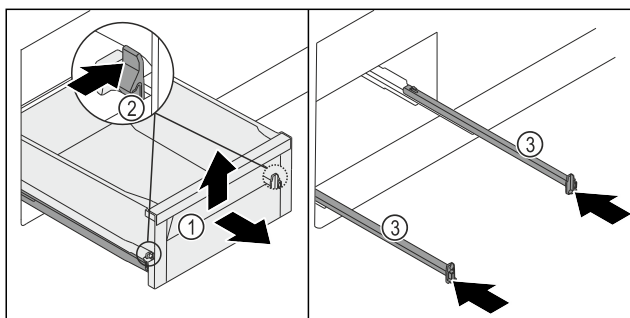

Fig. 118
- ▶ 将抽屉 Fig. 118 (1) 拉出至止挡。
- ▶ 将左右侧夹子 Fig. 118 (2) 同时向里压。
- ▶ 抽屉 Fig. 118 (1) 从轨道上松开。
- ▶ 向上抬起抽屉 Fig. 118 (1) 前部。
- ▶ 朝前取出抽屉 Fig. 118 (1)。
- ▶ 推入轨道 Fig. 118 (3)。